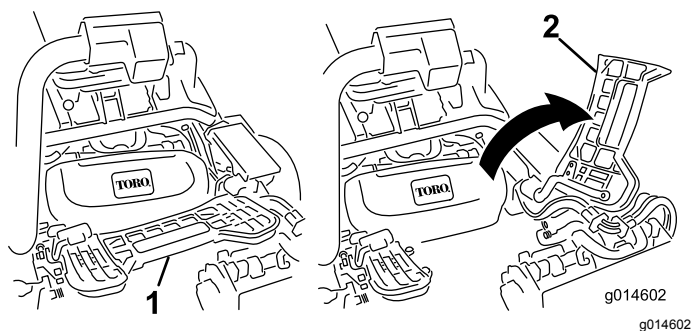

図 44
1. フットレストを跳ね上げて開き、中央カッティングユニット取り付け位置へのアクセスを確保する 図 44。